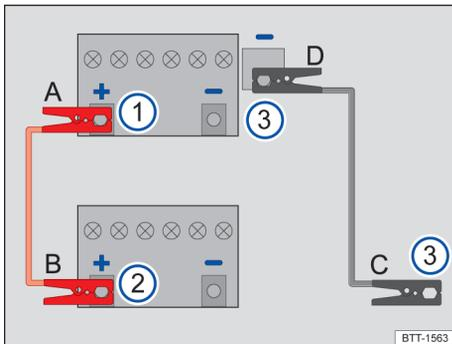

图 130 应急启动 - 电缆连接示意图
⇒ 图 130 的图例：
仅按照顺序 A - B - C - D 连接应急启动电缆 ⇒ 图 130。
- 将红色应急启动电缆的一端连接到 12V 汽车蓄电池 ⇒ 图 130 ① 电量耗尽的车辆的正极（+）上 ⇒ .
- 将红色应急启动电缆的另一端连接到供电车辆 ⇒ 图 130 ② 的正极（+）上。
- 将黑色应急启动电缆的一端连接到应急启动接点（接地端） ⇒ 图 130 ③ 上。
- 将黑色应急启动电缆的另一端连接到 12V 蓄电池电量耗尽的车辆 ⇒ 图 130 ③ 上。⇒
- 仅按照顺序 D - C - B - A 断开启动辅助电缆 ⇒ 图 130。